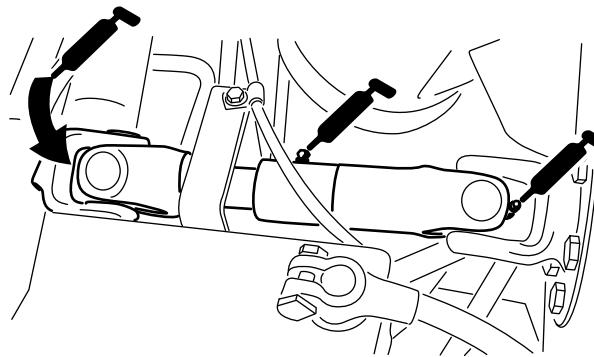

Figura 29
- Articulación de cardán del árbol de transmisión de la bomba (3) – Figura 29